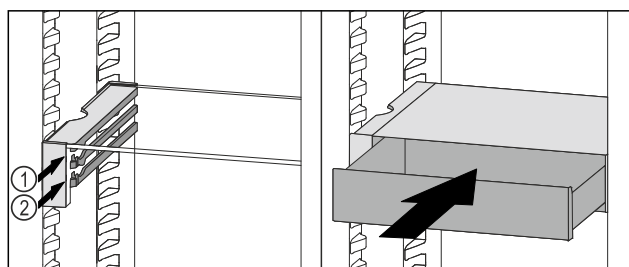

Fig. 78
- ▶ Nasadte zásuvku VarioSafe za zářáčky na požadovaném žebře Fig. 78 (1) nebo Fig. 78 (2).